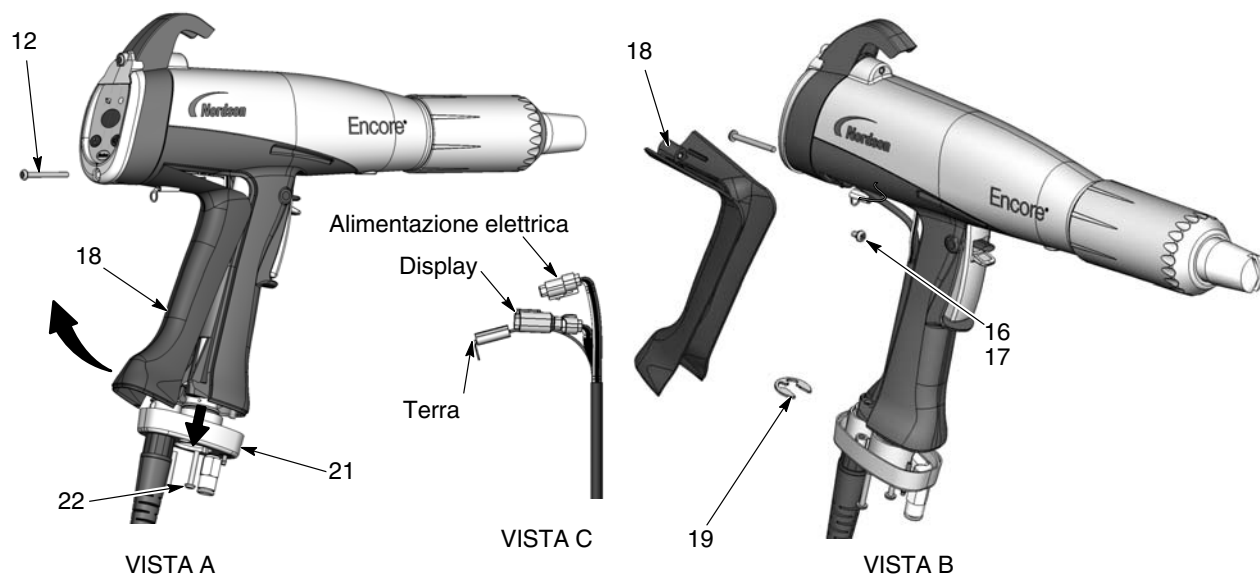

Figura 6-7 Sostituzione cavo
2. Vedi figura 6-7, Vista A. Rimuovere le due viti M3 x 20 (22) che fissano la base dell'impugnatura (21) all'impugnatura.
3. Rimuovere la vite inferiore M3 x 35 (12) dal modulo display.
4. Staccare la base dall'impugnatura, in modo da liberare l'estremità di fondo della piattina di messa a terra (18) dalla base.
6. Vedi figura 6-7, Vista B. Rimuovere la vite M3 x 8, la rondella di sicurezza (16, 17) e il terminale di terra dalla piattina di messa a terra.
7. Rimuovere l'anello di ritenuta (19) dal cavo.
8. Vedi figura 6-7, Vista C. Estrarre i connettori del cavo dall'impugnatura. Inserire un piccolo cacciavite piatto nelle scanalature dei connettori di alimentatore e display per sganciare il fermaglio e scollegare i connettori.
1. Vedi figura 6-7. Inserire un nuovo cavo attraverso la base dell'impugnatura, poi installare l'anello di ritenuta (19) sul cavo per tenerlo fermo.